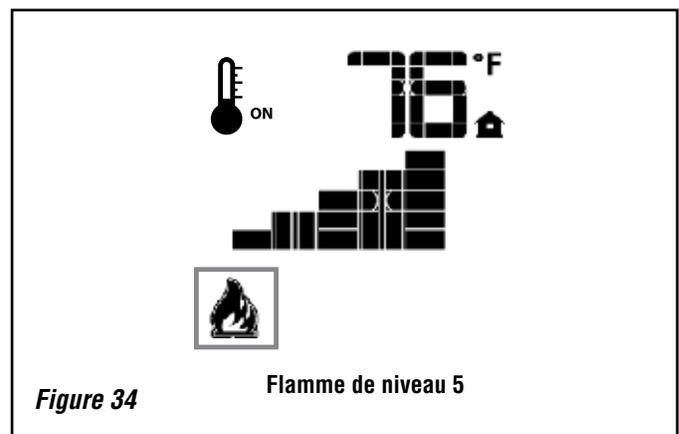

Figure 34
Le système a six (6) niveaux de flamme. Voir **figure 34** pour un exemple. Avec le système en fonctionnement et le niveau de la flamme au maximum dans l'appareil, appuyer une fois sur la flèche descendante pour réduire la hauteur de la flamme d'un niveau jusqu'à ce que la flamme s'éteigne.